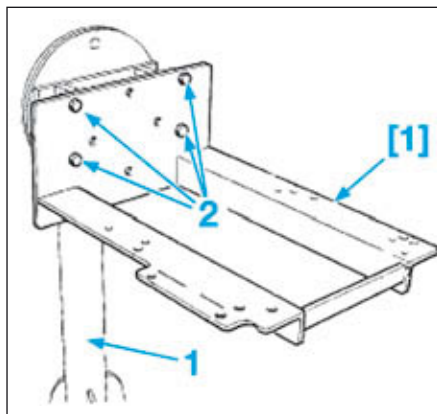

FIG.13
- Mettre en place la plaque support de boîte de vitesses [1] (Fig.13) sur un support d'organes (2) à l'aide des vis (3).